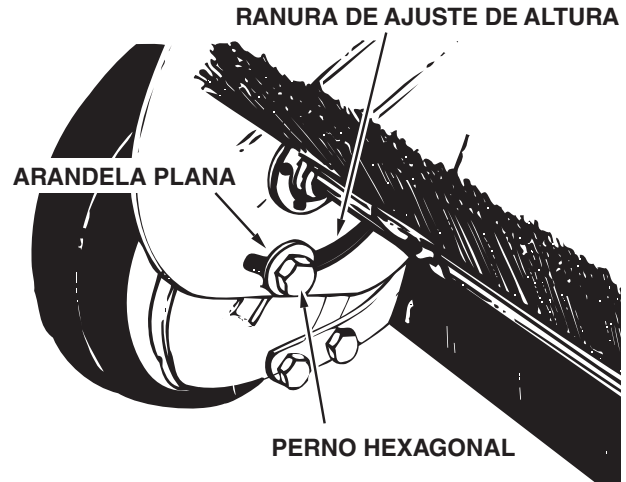

FIGURA 24
2. Haga una revisión para verificar que no haya partes dañadas, como los cepillos y las ruedas. Vea la figura 24.